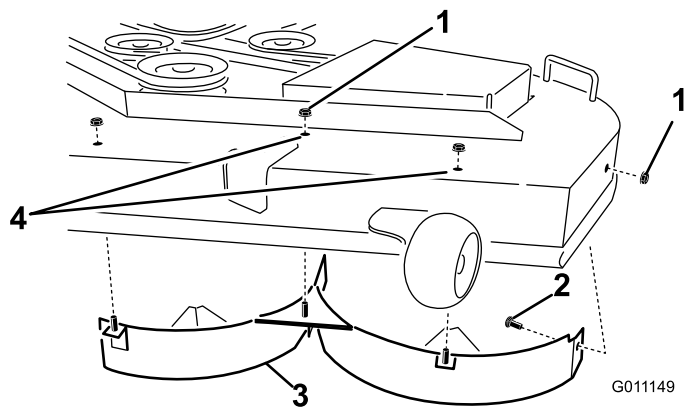

Figura 17
4. Îndepărtai cele 3 contrapiulițe (5/16") fixate pe suporturile sudate ale deflectorului stâng din partea superioară a punii mainii de tuns iarba, aflate în poziie centrală, la stânga de centru i în partea stângă (Figura 17).
5. Îndepărtai urubul de fixare i contrapiulița de pe peretele lateral al punii mainii de tuns iarba, care fixează deflectorul stâng pe punte (Figura 17).
6. Îndepărtai deflectorul stâng de pe puntea mainii de tuns iarba (Figura 17).
7. Localizai cele 2 boluri printre accesorii i folosii contrapiulițele existente pentru a monta aceste elemente de fixare în orificiile indicate în Figura 17, pe puntea mainii de tuns iarba, pentru a împiedica proiectarea reziduurilor.